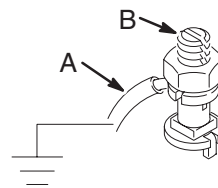

Fig. 1
For å jorde agitatorene, kobler du den ene enden av jordlederen (A) til jordkontakten (B) på agitatorene. Se Fig.1 Jordledningens andre ende kobles til en god jordforbindelse.